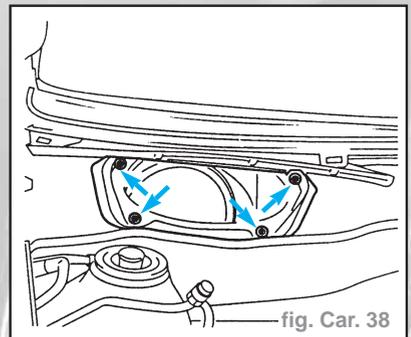

fig. Car. 38
- Boîtier de répartition d'air de la circulation d'eau à l'entrée de la soufflante (4 vis) (fig. Car. 38).